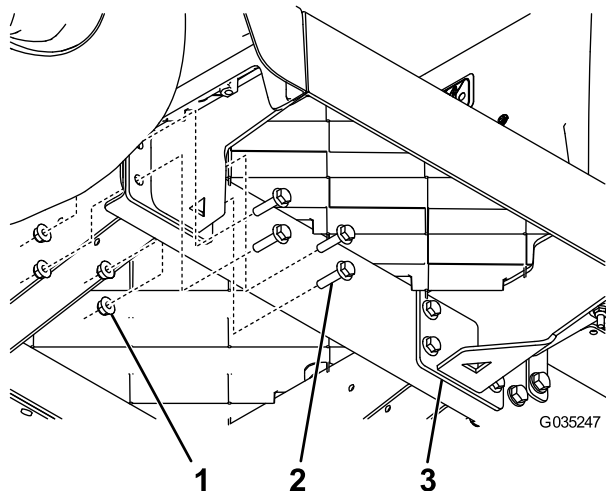

Figuur 4
3. Verwijder één van de aanwezige steunen van de bodemplaat (Figuur 4).
- Verwijder de andere aanwezige steun van de bodemplaat (Figuur 4).